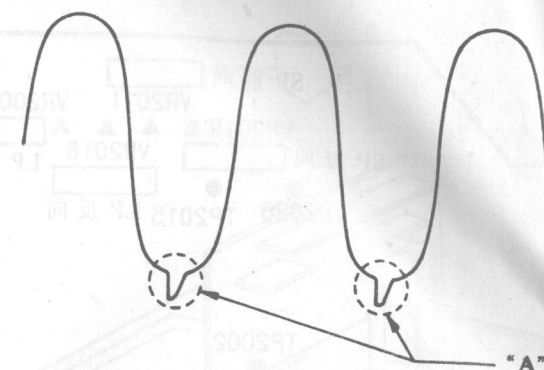

图14
②将示波器探头连接IC851-11
③调节T851, 使A位于波谷, 如图14所示。